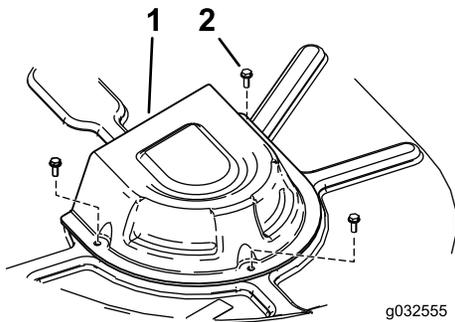

Figure 47
4. Déposez les couvercles de poulie (Figure 47).